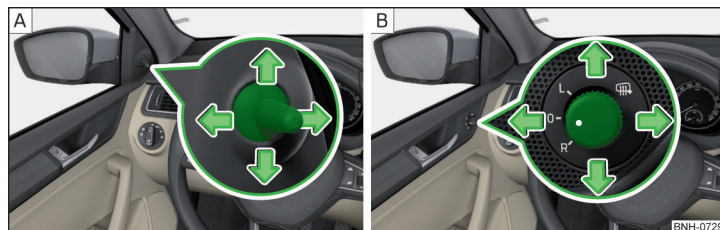

Fig. 65 Operarea oglinzii exterioare: mecanic/electric
► Pentru **reglarea** suprafeței oglinzilor, rotiți butonul în sensul săgeților » fig. 65.
Butonul rotativ pentru reglarea electrică a oglinzilor poate fi deplasat în următoarele poziții » fig. 65.